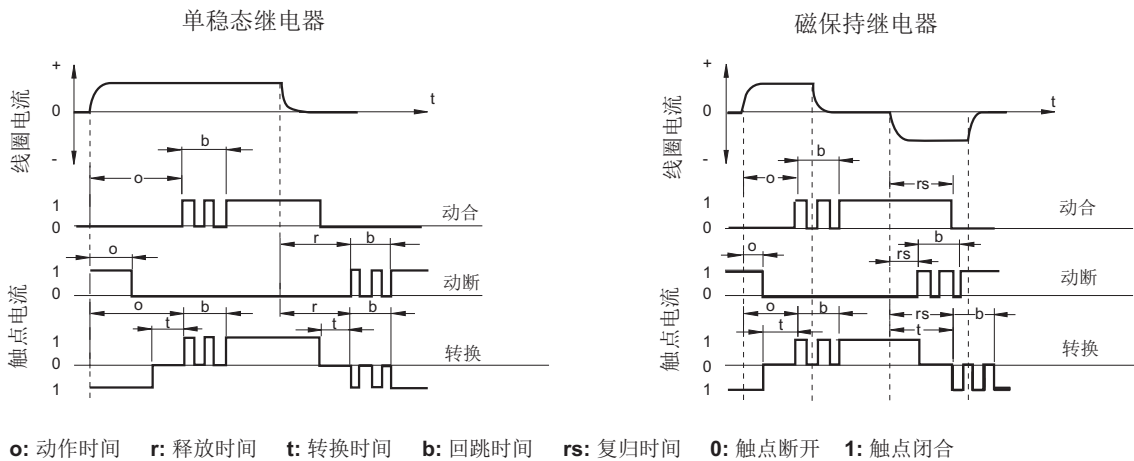

图 2
对于磁保持继电器，是指处于复归状态的继电器，从给线圈施加阶跃额定电压的瞬间起，到继电器的常开触点闭合瞬间为止的时间。参见图2。
2.5 复归时间：仅针对磁保持继电器，是指处于动作状态的继电器，从复归线圈施加额定电压的瞬间起，到继电器的常闭触点闭合瞬间为止的时间。参见图2。
2.6 回跳时间：一般指从触点闭合瞬间到稳定闭合为止的时间，一般以“ms”表示。参见图2。